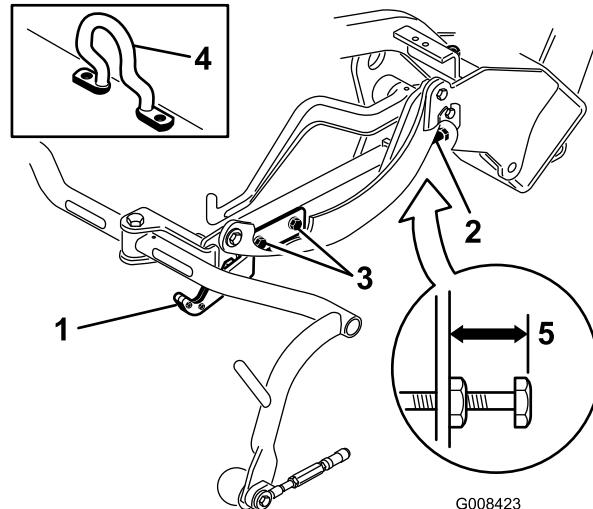
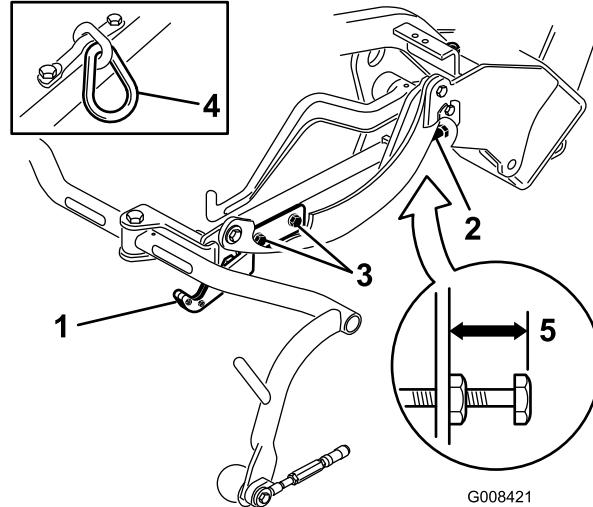
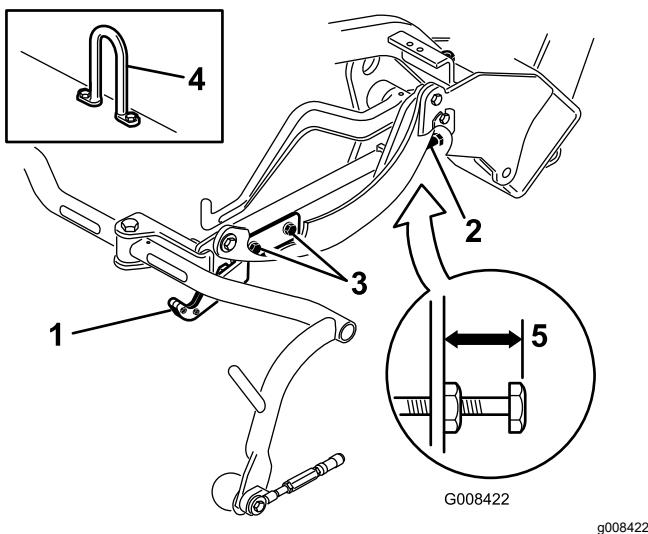

Figura 10
Figura 11
Figura 12
Controllate l'altezza di trasferimento (Figura 11 e Figura 12) e regolatela se necessario.
2. Sugli apparati di taglio dotati di un gancio di sollevamento sfalsato (riquadro Figura 10), verificate che la distanza dalla parte superiore della vite di regolazione del telaio portante alla parte posteriore del telaio portante sia pari a 25 mm. Se la distanza non è di 25 mm, passate al punto 4.
3. Sugli apparati di taglio dotati di un gancio di sollevamento sfalsato (riquadri Figura 11 e Figura 12), verificate che la distanza dalla parte superiore della vite di regolazione del telaio portante alla parte posteriore del telaio portante sia pari a 22 mm. Se la distanza non è di 22 mm, passate al punto 4. Se l'elemento di taglio è dotato di gancio di sollevamento sfalsato (Figura 10), passate al prossimo punto.
4. Allentate le viti di montaggio della piastra di trasferimento (Figura 11, Figura 12 e Figura 10).
7. Se i telai portanti non si trovano alla stessa altezza, allentate il controdado della vite di regolazione del telaio portante (Figura 10, Figura 11 e Figura 12). Ruotate la vite, svitandola per sollevare il telaio e avvitandola per abbassarlo. Serrate il controdado una volta raggiunta l'altezza corretta.